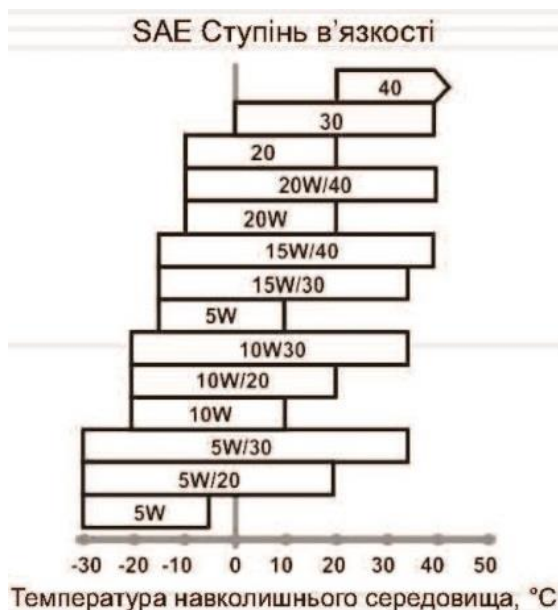

Рисунок. 9. Підбір марки мастила залежно від температури навколишнього середовища
Використовуйте чисте мастило відповідної марки і густини залежно від температури навколишнього середовища (рис. 9)
4. Після напрацювання двигуном 25 годин замініть мастило, і дайте можливість попрацювати двигуну протягом 5–10 хвилин. Злийте промивальне мастило, замініть мастильний фільтр і залийте свіже моторне мастило. Використовуйте для промивки мастило, виходячи з температури навколишнього середовища (див. рис. 9).